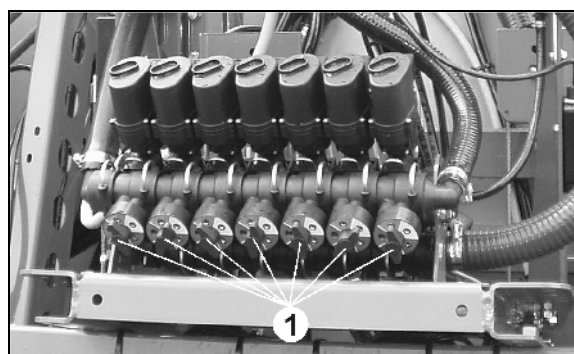
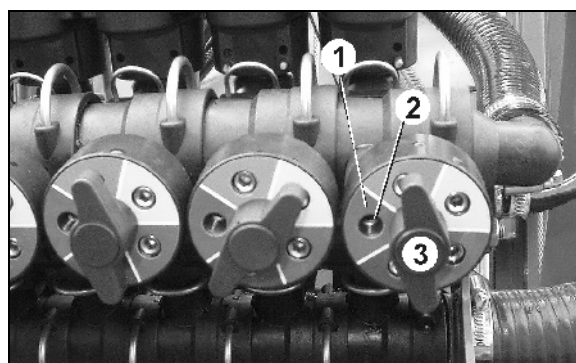

Fig. 3
Fig. 4
7. De fargemerkede feltene på forhåndsinnstillingsskivene for liketrykk (Fig. 3/1) tilsvarer fargen på den aktuelle sprøytedyse. Fargefeltet til den valgte sprøytedyse må peke mot venstre (Fig. 4/1).
8. Forhåndsinnstilt liketrykkarmaturen via settskruene (Fig. 4/2).
- o Drei settskruen (Fig. 4/2) til liketrykkinnretningen som er tilordnet denne delbreddeventilen helt til sprøytetrykkvisningen igjen viser sprøytetrykk på nøyaktig 4 bar. Åpne deretter denne delbredden.
10. Etter forhåndsinnstilling av liketrykket for hver den aktuelle dysen kan liketrykket gjenopprettes etter skifte av dyse ved at forhåndsinnstillingsskiven for liketrykk dreies til den tilordnede dysefargen. Dette gjøres ved at vingemutteren (Fig. 4/3) løsnes, forhåndsinnstillingsskiven for liketrykk trekkes forover og dreies, og deretter strammes vingemutteren igjen.